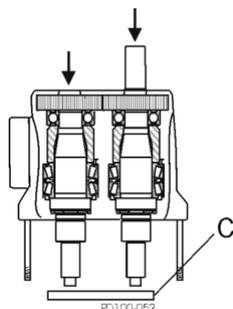

Abbildung 44 - Herausdrücken der Wellen aus dem Getriebegehäuse
- Setzen Sie das Getriebegehäuse auf eine Dornpresse, das Flüssigkeitsende zeigt nach unten. Schützen Sie die Wellenenden mit einem Holz- oder Kunststoffblock (Abbildung 44, Pos. C) und drücken Sie die Wellen aus dem Getriebegehäuse.